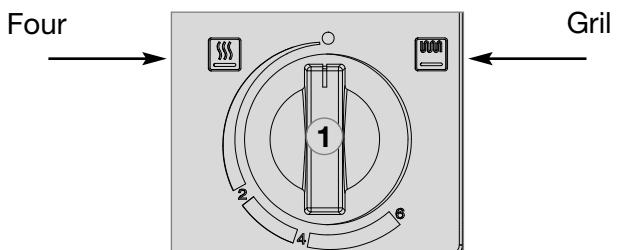

Fig. 47
- Tournez le bouton de commande (1) (fig. 47) en position „●“.